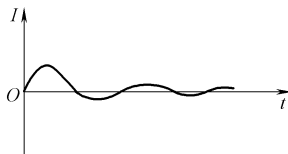

图 9-80  $LC$  谐振的衰减振荡示意图
5)  $LC$  谐振的衰减振荡与等幅振荡。线圈  $L_1$  存在着直流电阻和其他一些因素,对电能是有损耗的,电容  $C_1$  也存在损耗,这就导致谐振回路的电流不是等幅的,而是逐渐衰减的,如图 9-80 所示。